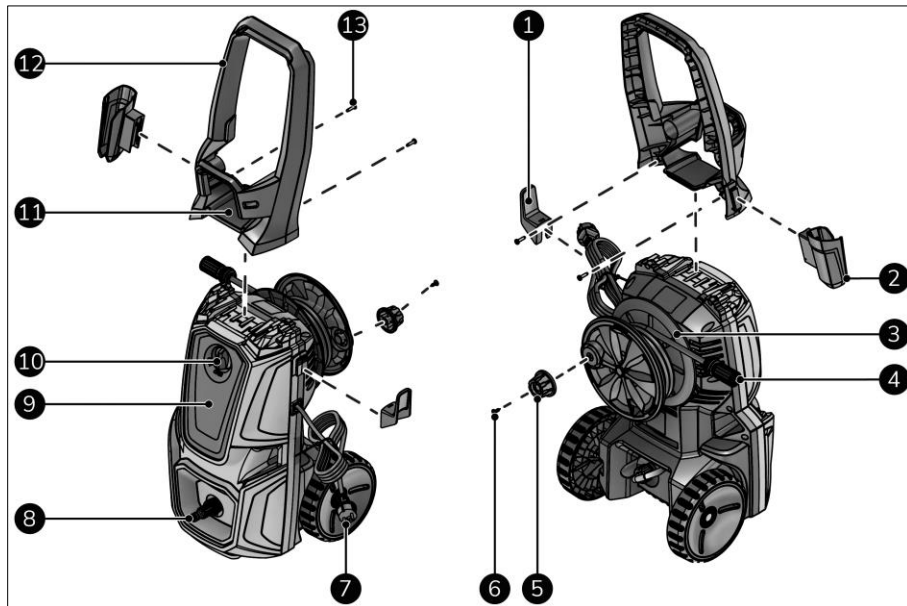

Figure 5
Cet appareil EUROM est un nettoyeur à haute pression facile à utiliser (figure 5). L'appareil est conçu pour un usage domestique, tel que le nettoyage de véhicules, bâtiments, terrasses, façades et équipements de jardin. L'appareil utilise de l'eau propre et peut être utilisé avec des détergents chimiques biodégradables.
1. Assurez-vous que le commutateur MARCHE(I) / ARRÊT(0) est en position ARRÊT(0) (figure 5, pos. 10).